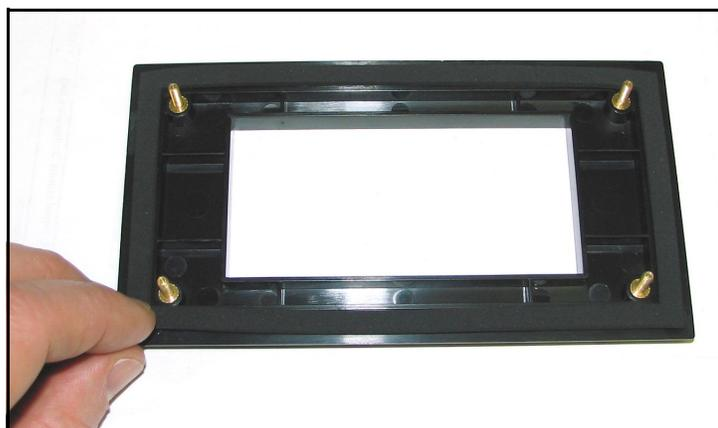

Figura 16: Installazione della guarnizione della piastra adattatrice
1. Inserire la guarnizione più grande intorno alla piastra adattatrice (vedere Figura 16).